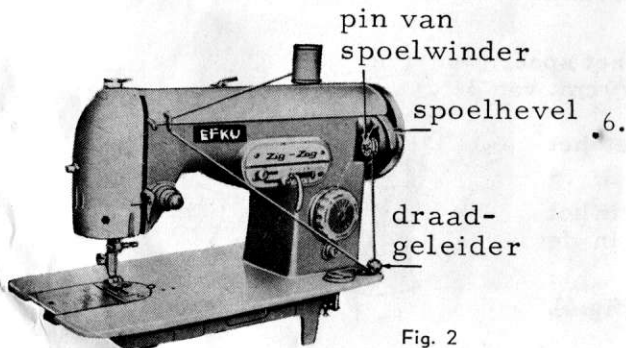

Fig. 2
2. Zet een klos garen op de garenhouder (fig. 2). Span de draad van de klos over de draadgeleider, dan benedenwaarts dwars voor de machine van links naar rechts.
5. Door een druk tegen de kleine spoelhevel (fig. 2) wordt het rubber wieltje tegen het vliegwiel gedrukt. Door verdere druk springt het spoeltje in het slot, waarbij een klik wordt gehoord.